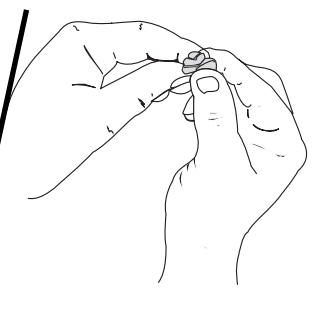

Fig. 28
5. Apriete el filtro para esparcir y retirar el exceso de aceite (Fig. 28).